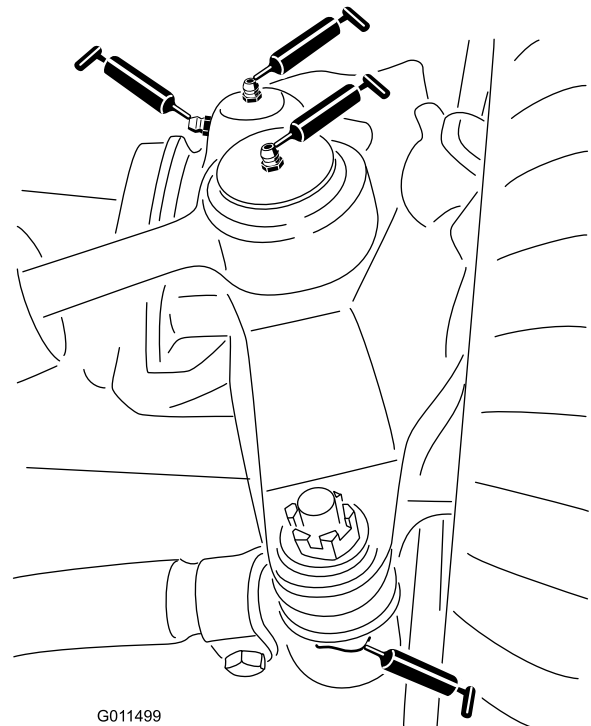

Figura 61
- 2 giunti a sfera del cilindro di sterzata (Figura 61)
- 2 giunti a sfera del tirante (Figura 61)
- 2 boccole del perno del fuso a snodo (Figura 61). **Il raccordo superiore sul perno del fuso a snodo richiede soltanto una lubrificazione annuale (2 pompare).**